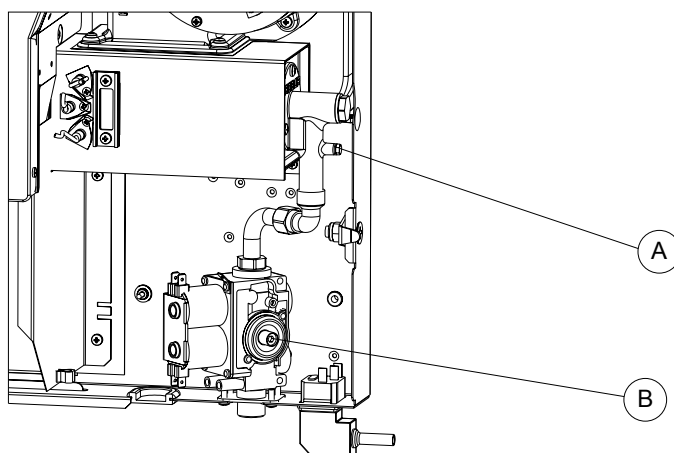
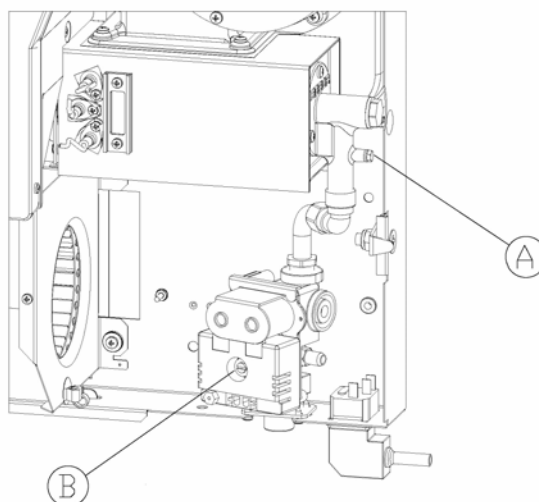

Figura 20 – Gruppo valvola per i modelli 41 e 42.
Figura 21 – Gruppo valvola per il modello 51.
2. Collegare un manometro alla presa pressione A (vedi Figura 20 o Figura 21), dopo aver tolto la relativa vite di tenuta.
5. Regolare la pressione di alimentazione bruciatore al valore richiesto (vedi Tabella 2 a pagina 11) mediante il regolatore B (Figura 20 o Figura 21), in senso orario per incrementarla in senso antiorario per diminuirla (per l'operazione utilizzare una chiave a brugola).
4. La pressione di funzionamento massima dipende solo dalla pressione in rete opportunamente tarata a 30 mbar (per gas G30) o a 37 mbar (per gas G31). La riduzione della pressione in rete è possibile con opportuni riduttori di pressione di primo salto, in prossimità del serbatoio di gas liquido, per ridurre la pressione a 1,5 bar ed un riduttore di secondo salto da 1,5 a 0,03 o 0,037 bar in prossimità dell'apparecchio (i riduttori vanno sempre installati all'esterno dell'edificio). Bisogna pertanto escludere il regolatore di pressione serrando completamente la vite B di Figura 20 o di Figura 21 (per ulteriori informazioni vedi paragrafo "COME EFFETTUARE IL CAMBIO GAS"). In caso non si raggiungesse la taratura adeguata intervenire sul regolatore di secondo salto.